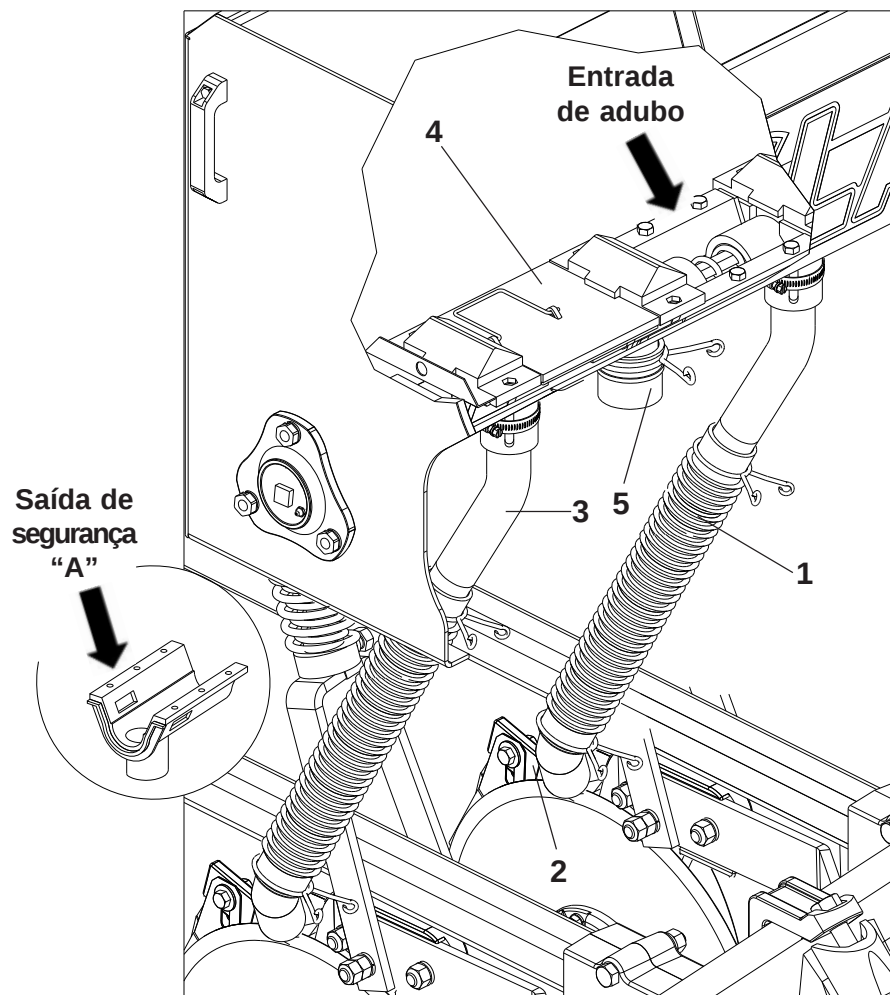

FIGURA 36
SISTEMA DE DISTRIBUIÇÃO DE ADUBO DEPÓSITO METÁLICO (FIGURA 36)
2 - Ao determinar o número de linhas e o espaçamento desejado, acople os mangotes (1) na bica do adubo (2), fazendo a ligação dos mangotes que estiverem mais próximos às linhas, evitando que os mesmos fiquem cruzados ou dobrados. Para melhor alinhamento dos mangotes utilize se necessário a bica com grau (3), conforme **FIGURA 36**.